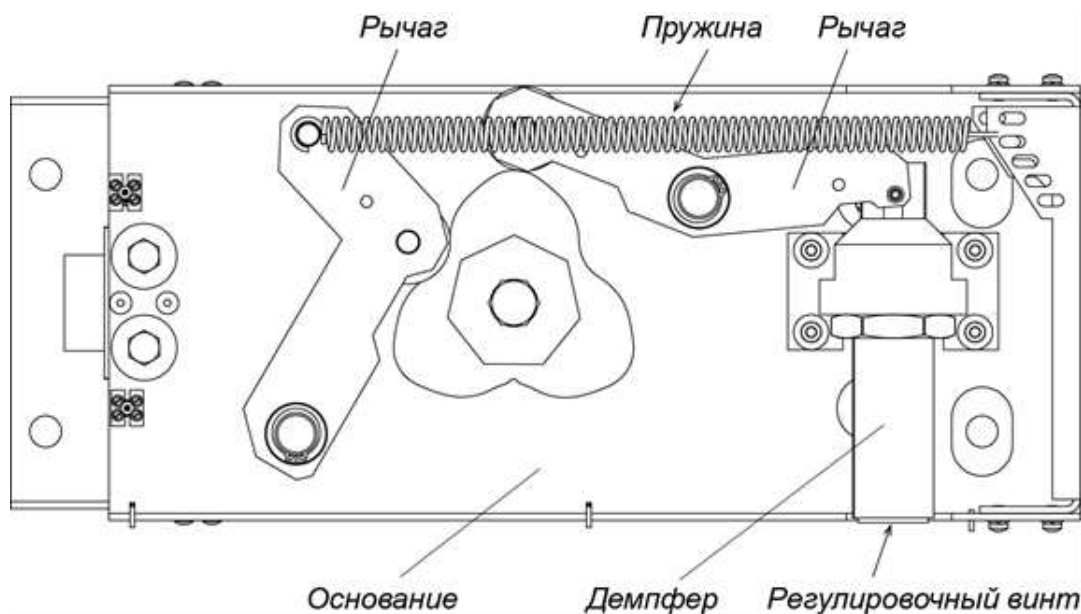

Рисунок 23. Демпфер турникета PERCo-RTD-16.2
1. Снимите крышку (9) с балки привода (8) (см. разд. 6).
2. Отверните шестигранным ключом SW3 стопорный винт, расположенный на торце регулировочного винта демпфера (см. рис. 23).